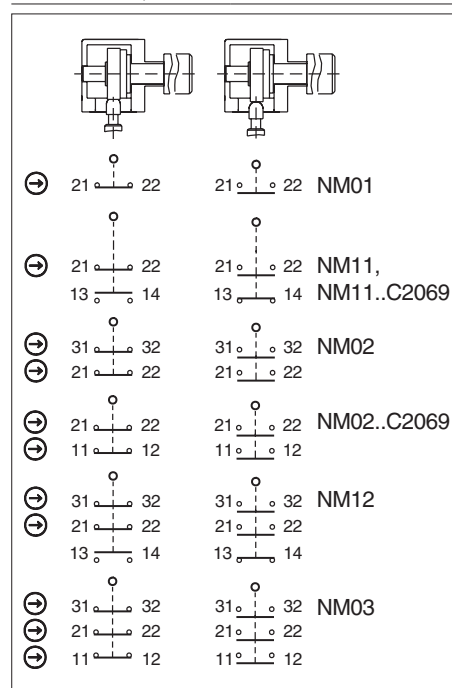

Fig. 3: Elementos interruptores y funciones de conmutación
Debe usarse como mínimo un contacto (→). Este señala la posición del resguardo (para la asignación de contactos, consulte la Fig. 3).
3. Apriete las conexiones y los bornes con 0,5 Nm (para la asignación de contactos, consulte la Fig. 3).